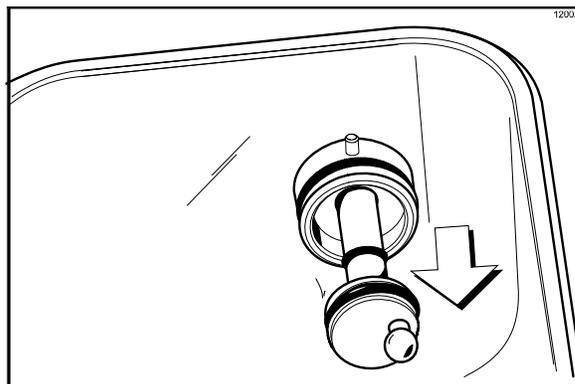

図105
6. ポンプドライブシャフトをホッパー後部のドライブハブから抜き取ります(図105を参照)。